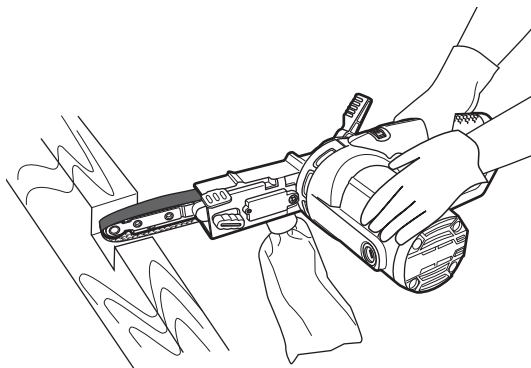

Fig. 20
- > Segure a ferramenta com a mão esquerda na carcaça do motor (14) e com a mão direita na pega (9) (Fig. 20).